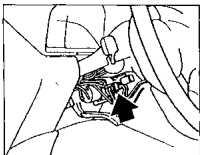

图 1-5 安全气囊橙色电器接线器位置
- ① 断开并绝缘蓄电池接地线。
- ② 拆下转向立柱下盖,然后断开如图1-5所示位于转向立柱上转向盘下的橙色安全气囊接线器。
③ 在进行任何维修前,至少要等待 10min。对装备有 II 型安全气囊系统的车型,在等待的 10min 内,要一直观察安全气囊警告灯是否亮着。SRS 系统在短时间内的瞬间电压或甚至在蓄电池接地线断开时能起作用,在时间接近 10min 的最后瞬间进行维修,就可能引起不可预料的打开,导致人身伤害。
- ① 连接如图 1-5 所示的位于转向立柱上转向盘下的安全气囊橙色接线器。
- ② 安装转向立柱下盖。
- ③ 确认无人在车内,连接蓄电池接地线。
- ④ 把点火开关置于 ON 位置,观察安全气囊警告灯,警告灯应点亮 6s 后熄灭,如果警告灯不亮或亮 6s 后一直亮着,表明 SRS 系统存在故障。
(4) 大众车型